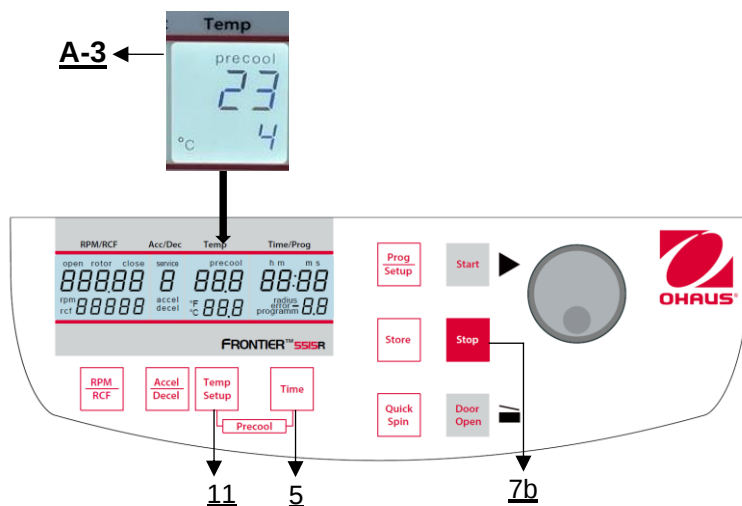

Figura 20
Se i campioni sono sensibili alla temperatura, è utile pre-raffreddare la centrifuga, il rotore ed eventualmente i secchi alla temperatura di lavoro richiesta. Inserire quindi il rotore desiderato e preimpostare la relativa temperatura. Premendo contemporaneamente i tasti **"Temp/Setup"** (11) e **"Time"** (5) è possibile avviare la corsa (**Figura 20**). Durante il funzionamento, l'unità sceglie automaticamente una velocità di rotazione equivalente al 30 o al 50% della velocità di rotazione consentita del rispettivo rotore (a seconda del rotore). Una volta raggiunta la temperatura preimpostata, è possibile abbandonare la corsa di pre-raffreddamento con il tasto **"Stop"** (7b).